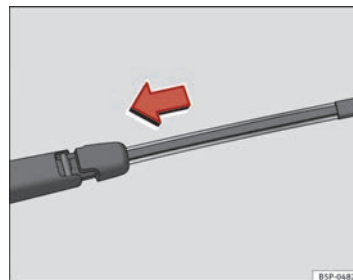

Fig. 140 Colocar la escobilla de limpiapuneta ▶
- Sitúe la escobilla, tal como se indica en la ⇒ fig. 140 y deslice el adaptador hasta que encastre.